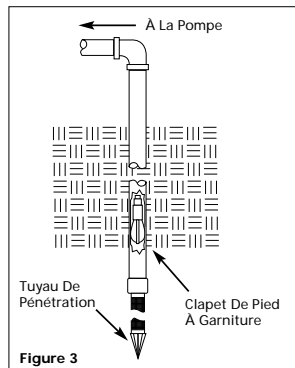

Figure 3
**REMARQUE:** Un clapet de pied à garniture peut être installé dans le puits (Voir Figure 3). Ce type de clapet de pied permet que le tuyau de puits se remplisse d'eau pendant l'amorçage et permet l'inspection facile du tuyau d'arrivée pour des fuites. Suivre les instructions du fabricant pour l'installation du clapet de pied à garniture.